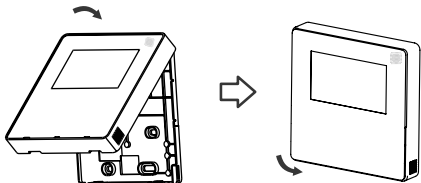

Imagen 3-9
- Después de ajustar y luego abrochar la caja superior; evite fijar el cableado durante la instalación. (Imagen 3-9)